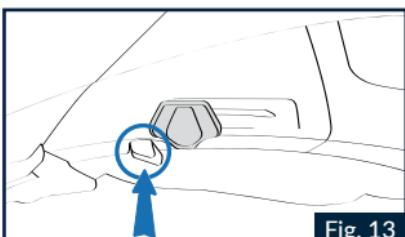

Fig. 13
1.2 Wird das VPS nicht mehr benötigt, wird die Schließtaste wie in Abb.13 dargestellt gedrückt, bis das VPS entriegelt wird und automatisch in die Ruheposition zurückkehrt.